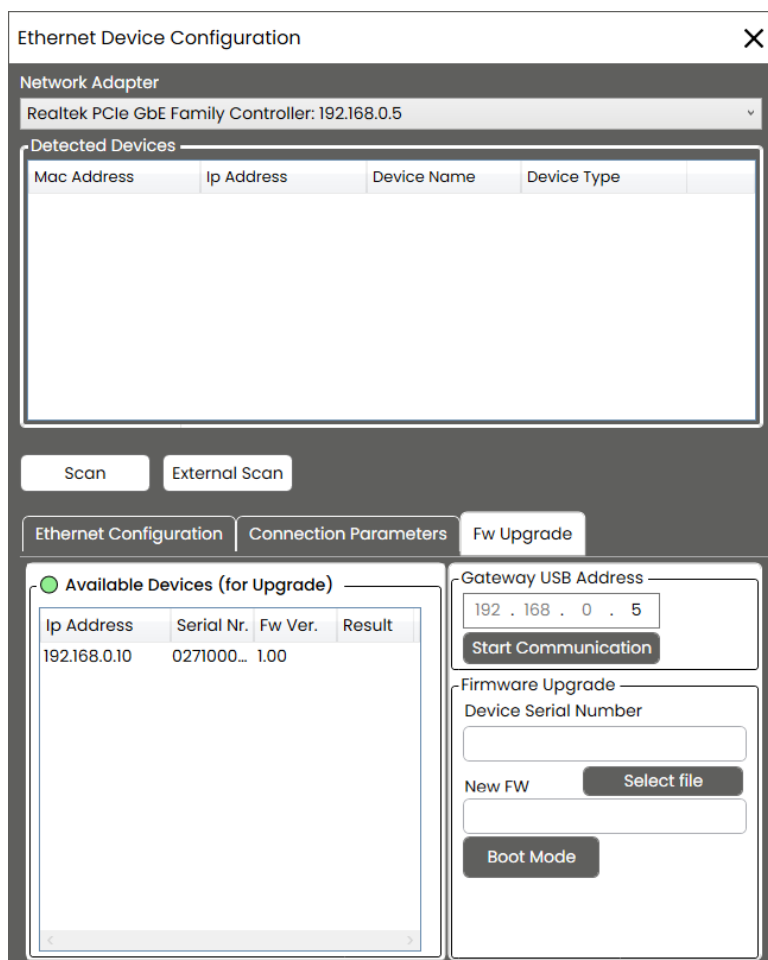

Figura 5.17: Sezione "Fw Upgrade", avvio della comunicazione con il Camozzi Gateway USB
5. Una volta che il dispositivo ha modificato i parametri di comunicazione apparirà tra i dispositivi disponibili, figura 5.17.